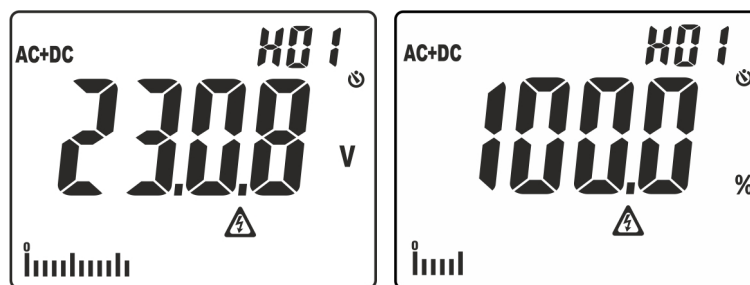

Fig. 3: Visualizzazione ampiezze analisi armonica
- Pressione semplice del tasto per visualizzazione ampiezze delle armoniche di tensione e corrente fino al 25° ordine (**Hdc, H01... H25**) in formato assoluto o percentuale in rapporto alle fondamentali dei segnali in ingresso (per valori di tensione VAC >0.5V e corrente AC > 0.5A e frequenza compresa tra 42.5Hz ÷ 69Hz) e il valore percentuale del parametro **THD%** (vedere § 9.3) come mostrato in Fig. 3. Usare i tasti \blacktriangle /ZERO e \blacktriangledown / Ⓜ per aumentare/diminuire l'ordine dell'armonica